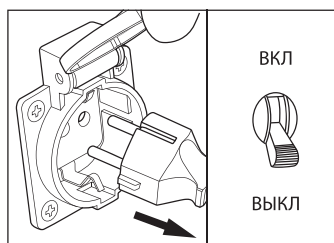

рис. 13
1. Прерыватель цепи переведите в положение «ВЫКЛ» (рис. 13).
2. Отключите потребители электроэнергии от розеток, расположенных на панели генератора (рис. 13).